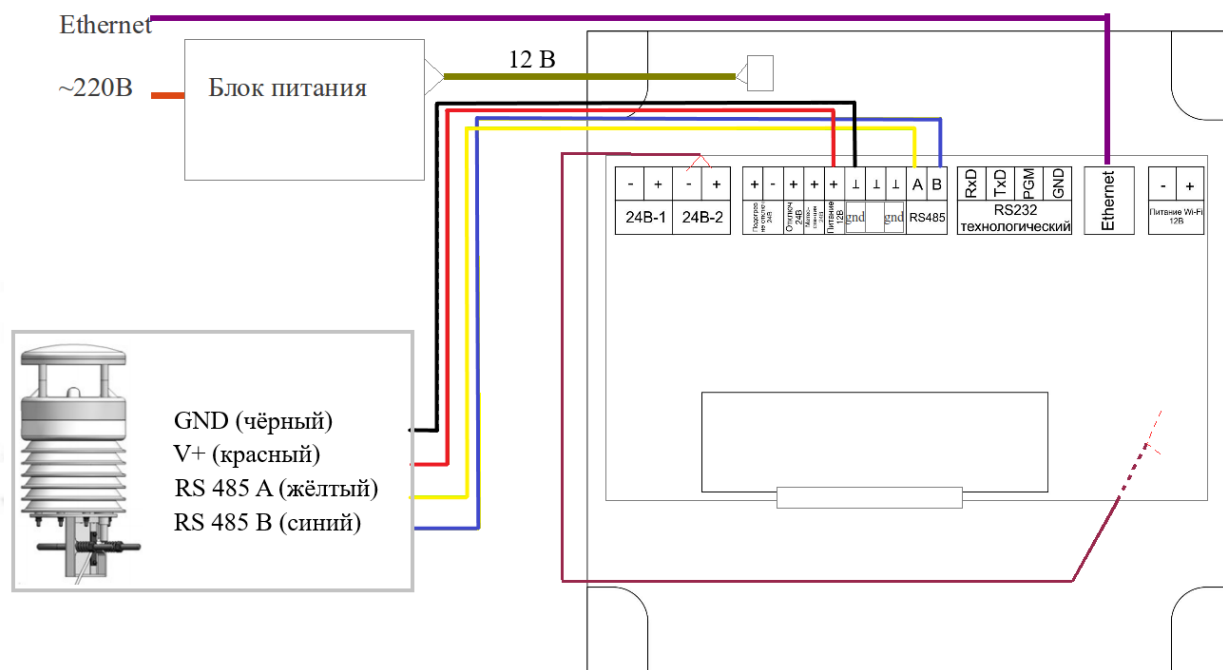

Рисунок 2 - «Схема коммутации метеодисплея»
- 1) соединить интерфейсные выводы метеостанции с разъемом RS485 контроллера (желтый-А, синий-В) (см. Рисунок 2).
- 2) соединить разъем питания метеостанции с выходом питания контроллера (чёрный - GND, красный +12 В) (см. Рисунок 2).
- 3) Проверить соединение нижней платы контроллера с верхней кабелем питания, подключённым к 24В-2 (или в 24В-1) (см. Рисунок 2).
- 4) подключить кабель ETHERNET (RJ45) (см. Рисунок 2).
- 5) подключить кабель питания контроллера 12 В (от блока питания) (см. Рисунок 2)
- 6) подключить блок питания к сети ~220В (см. Рисунок 2).